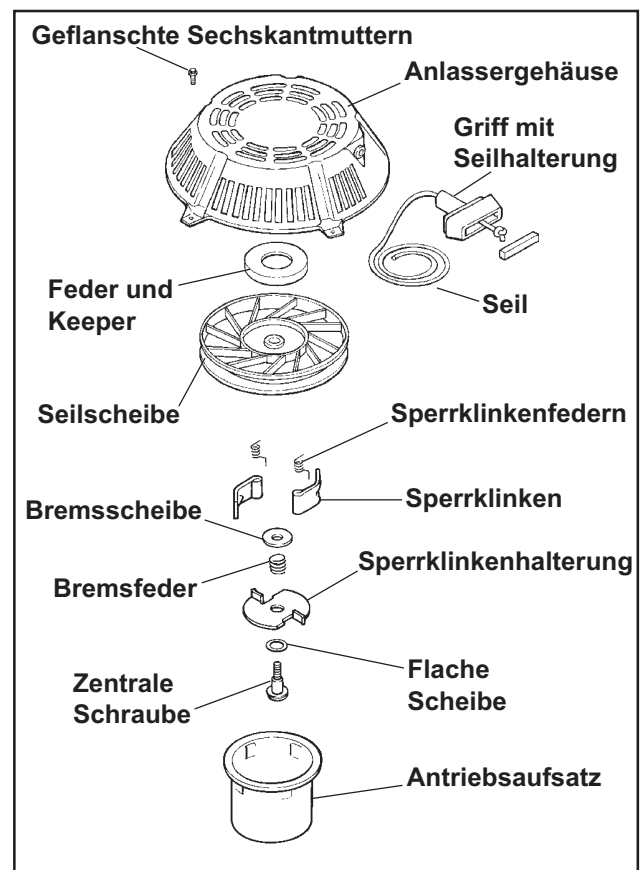

Abbildung 7-1. Seilzuganlasser - Explosionsansicht.
- Alle verschlissenen oder beschädigten Teile austauschen. Dabei sind ausschließlich Originalersatzteile von Kohler zu verwenden, wie im Ersatzteillhandbuch angegeben. Alle in Abbildung 7-1 gezeigten Teile sind erhältlich. Keine vom Standard abweichenden Teile verwenden.